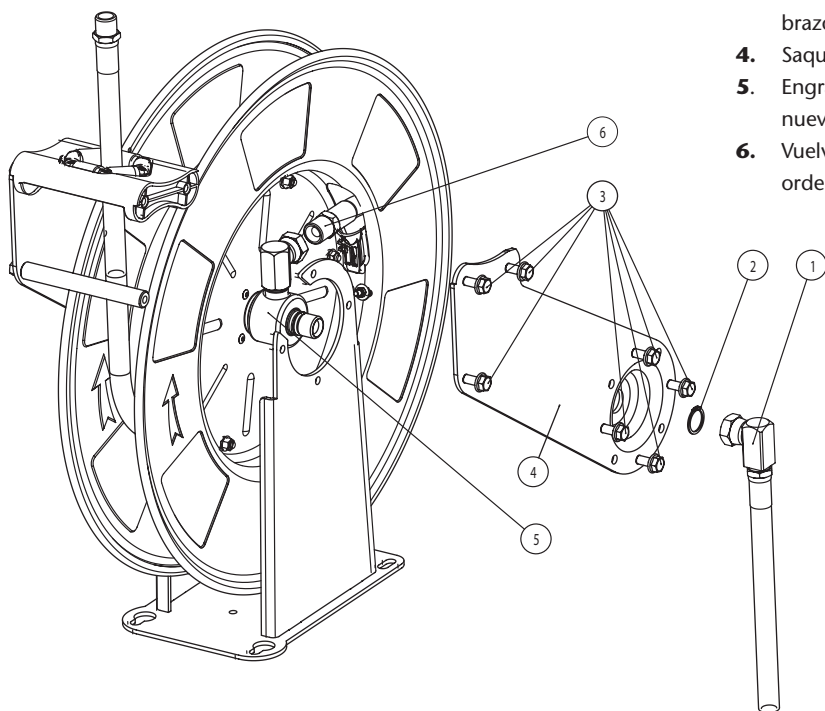
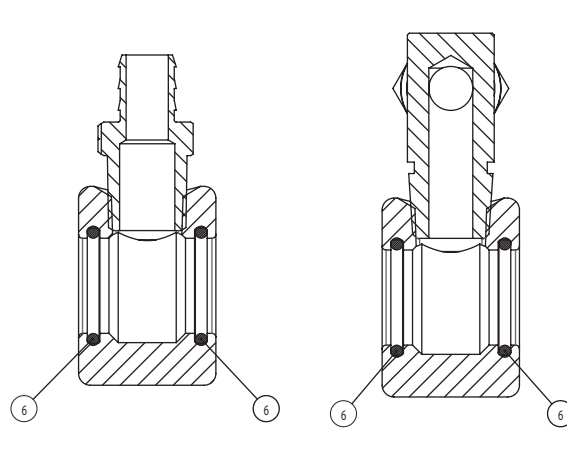

Fig. 8
Fig. 9
1. Desconecte la manguera de la rótula (6) (fig. 8). **NOTA:** En las versiones de enrollador para aire/agua, la desconexión de la manguera a la rótula se realiza aflojando la abrazadera atornillable y extrayendo el flexible de la espiga de la rótula.
2. Desconecte la manguera de acometida aflojando el racor de acometida (1) (fig. 8), y retire el circlip de seguridad (2) (fig. 8).
3. Desenrosque los tornillos (3) (fig. 8), lo que permitirá desmontar el brazo superior del enrollador (4).
4. Saque el conjunto rótula (5) (fig. 8) y sustituya las juntas (6) (fig. 9).
5. Desmonte el brazo (4) (fig. 8), para ello retire el circlip de seguridad (2) (fig. 8) y Desenrosque los tornillos (3) (fig. 8).